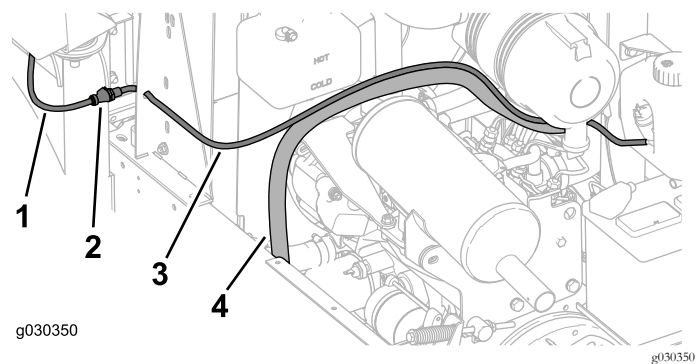

Figure 38
3. Acheminez le flexible de lave-glace correctement et branchez-le au flexible correspondant sur la cabine (Figure 38).